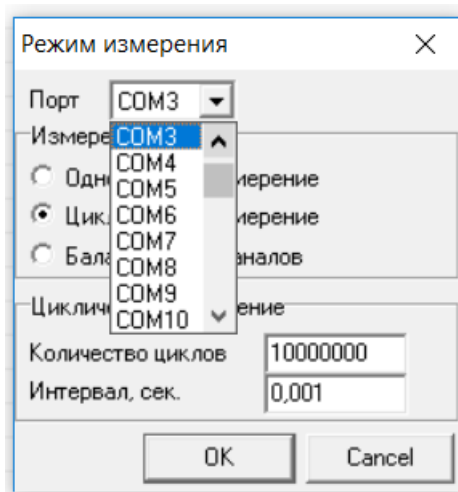

Рисунок 7. Настройка COM-порта
4.1.6 В открывшемся окне выберите из списка присвоенный при установлении подключения номер COM-порта, как показано на рис.7.